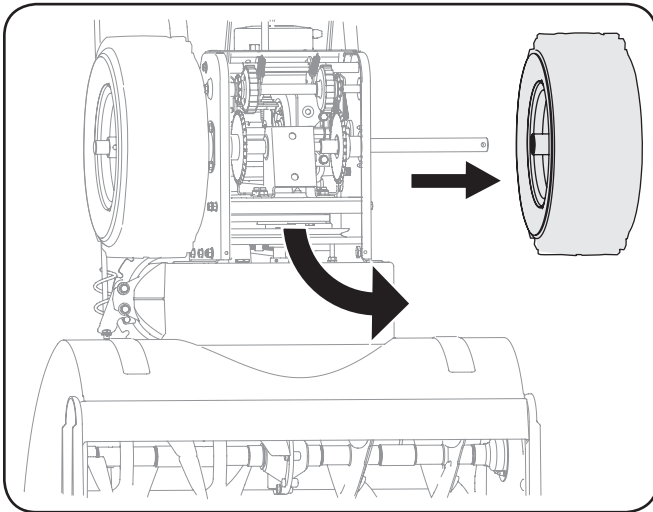

Figura 7-9
3. Retire los tornillos de la cubierta del cuadro debajo de la máquina quitanieve (consulte la Figura 7-9). Retire las ruedas derechas del eje.